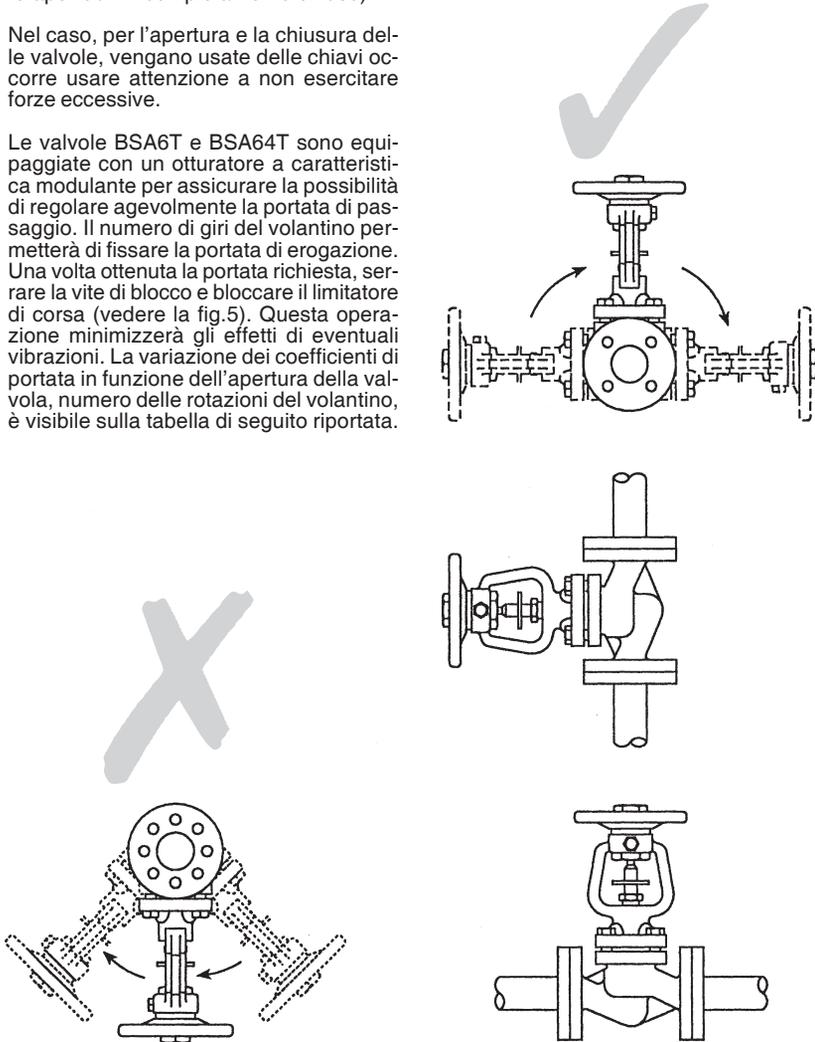

Fig. 4 Installazione sconsigliata
- 3.3** Installare la valvola rispettando la direzione del flusso indicata sul corpo. La posizione da preferire è con lo stelo verticale e posto superiormente al corpo valvola. Sono comunque possibili posizioni intermedie tra il verticale e l'orizzontale come indicato a fig.4.